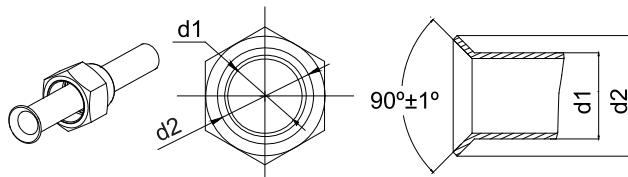

Fig.13
- (1). Tăiați țeava de racordare cu un cuțit pentru țevi și debavurați.
- (2). Țineți țeava în jos pentru a împiedica așchiile să intre în țeavă.
- (3). Îndepărtați piulițele mufeii de la supapa de oprire a unității de exterior și în interiorul sacului cu accesorii al unității de interior, apoi introduceți-le pe țeava de racordare după care mufați țeava de conexiune cu o unealtă de mufare.
- (4). Verificați dacă partea de mufare este bine așezată și dacă nu există crăpături (vedeți Fig.13)